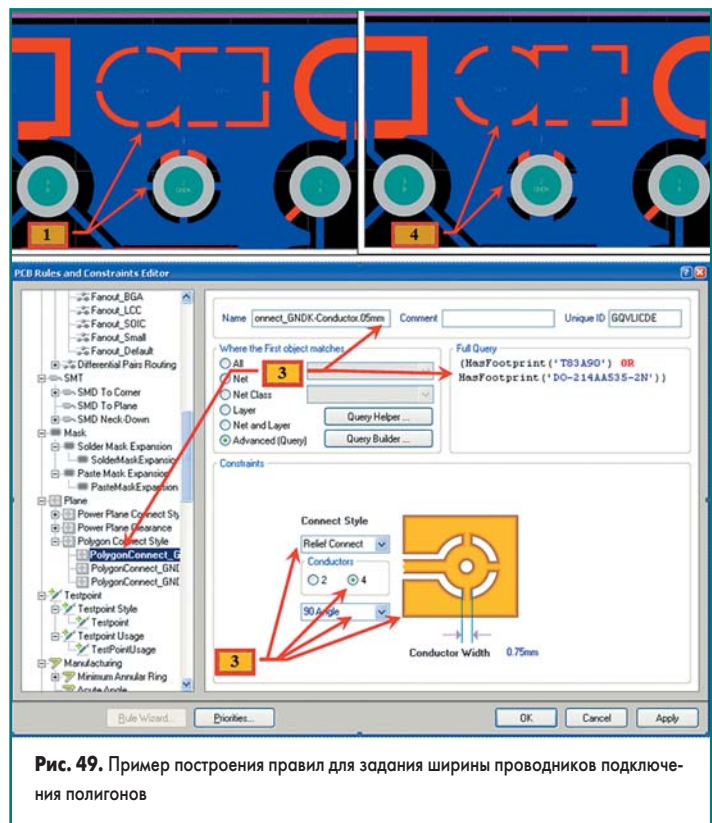

Рис. 49. Пример построения правил для задания ширины проводников подключения полигонов
• **Правило PolygonConnect\_GNDK-Conductor. 05mm** для подключения полигона корпусной «земли» к контактными площадкам элементов защиты (рис. 49). Это правило